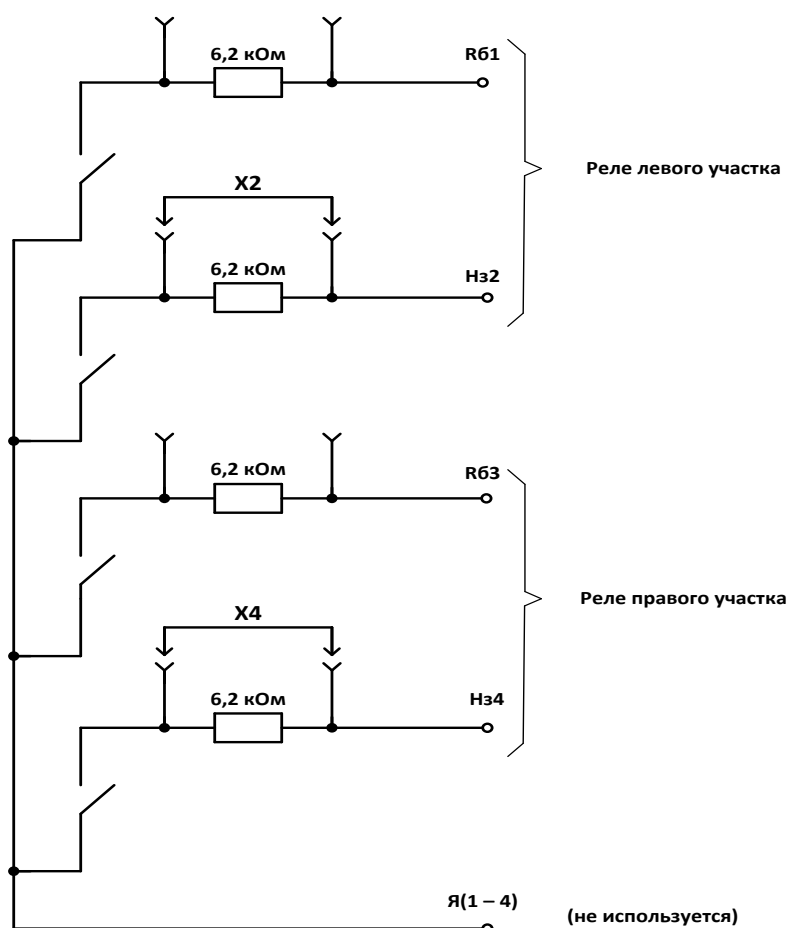

Рисунок 9 – Схема подключения выходных контактов реле для использования по одному реле на каждый участок охраны.
2.4.1.2 В изделии используется четыре выходных реле с объединенными якорями (см. таблицу 3 и рисунок 9). На плате БОС необходимо снять перемычки X1, X2, X3, X4, для подключения четырех выходных реле к ССОИ через сопротивления 6,2 кОм. Перемычки X1, X2, X3 и X4 замыкают резисторы 6,2 кОм. Если, вместо четырех реле необходимо использовать только два (по одному реле на участок), то выходной контакт Я(1-4) колодки ХТ7 не используется, выходные контакты первого и второго реле используются в качестве выходных контактов реле первого участка, а выходные контакты третьего и четвертого реле как выходные контакты реле второго участка, как показано на рисунке 9. На рисунке 9 перемычки X1 и X3 сняты, чтобы в каждом реле было по одному резистору 6,2 кОм.